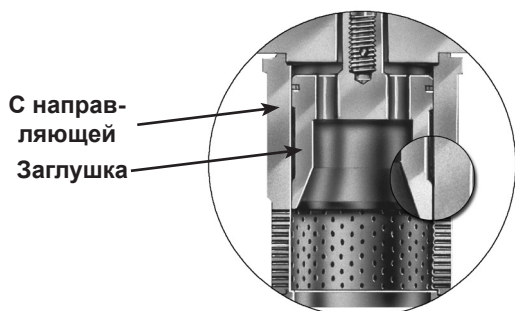
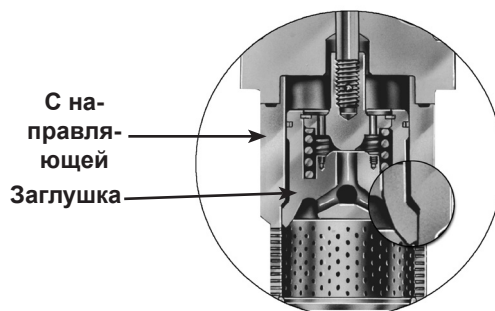

Рисунок 4 - Конструкция прямой пробки
Рисунок 5 – Пробка в форме колокола, только конструкция с распределителем
1. Извлеките узел пробки клапана из клапанной клетки, потянув шток пробки клапана вверх. В случае конструкции с пробкой в форме колокола (см. Рисунок 5), при вытягивании штока пробки будут извлечены и пробка, и клетка клапана вместе. Для конструкций с прямыми пробками (см. Рисунок 4) после извлечения пробки поднимите клетку для ее извлечения из корпуса клапана.